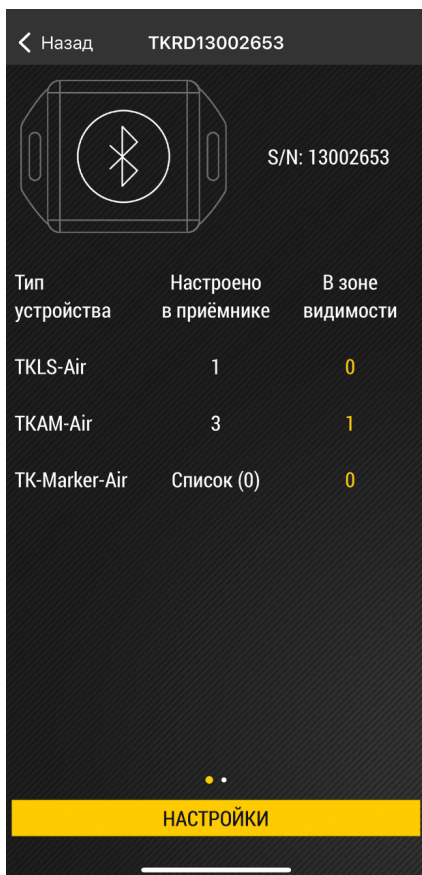
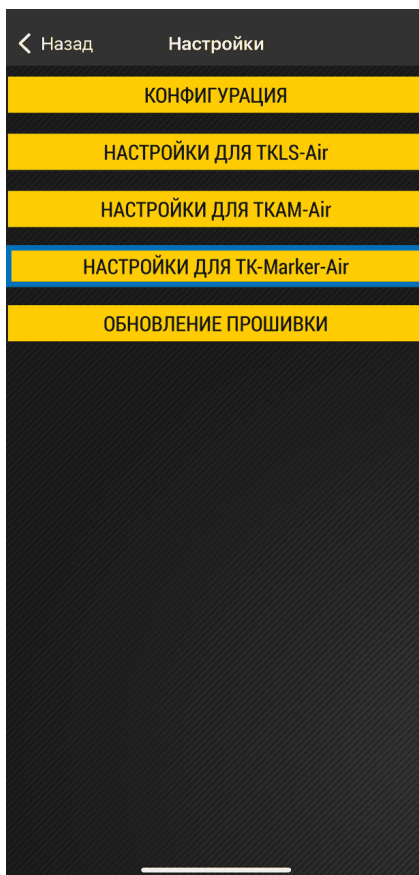
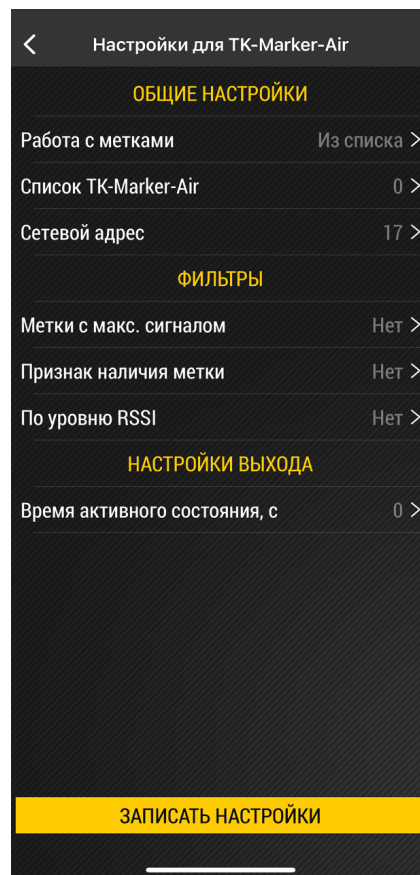

Рис.21. Рабочий экран
Рис.22. Выбор настроек для устройств
Рис.23. Настройка TK-Marker-Air
1. На рабочем экране устройства нажмите «**Настройки**» (Рис.21), далее «**Настройки для TK-Marker-Air**» (Рис.22). Откроется экран с настройками (Рис.23).
- По окончании настроек нажмите кнопку «**Записать настройки**» (**Рис.23**).